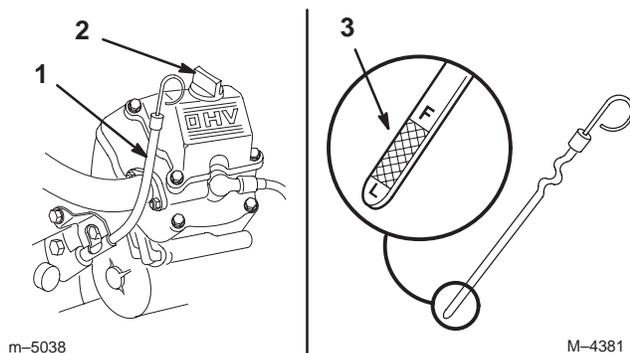

Figure 35
2. Nettoyez la surface autour de la jauge d'huile pour éviter que des impuretés ne s'introduisent dans le goulot de remplissage, ce qui risquerait d'endommager le moteur (Fig. 35).
3. Sortez la jauge d'huile et essuyez soigneusement l'extrémité métallique (Fig. 35).
4. Enfoncez la jauge complètement dans le goulot de remplissage. Sortez de nouveau la jauge et examinez l'extrémité métallique (Fig. 35). Si le niveau est bas, versez lentement une quantité d'huile suffisante dans le goulot de remplissage pour amener le niveau au repère du plein (F).
5. Versez lentement environ 80% de la quantité d'huile spécifiée à la page 32 dans le goulot de remplissage (Fig. 35). Vérifiez le niveau d'huile (voir Contrôle du niveau d'huile, page 33). Faites l'appoint avec précaution pour amener le niveau au repère du plein.